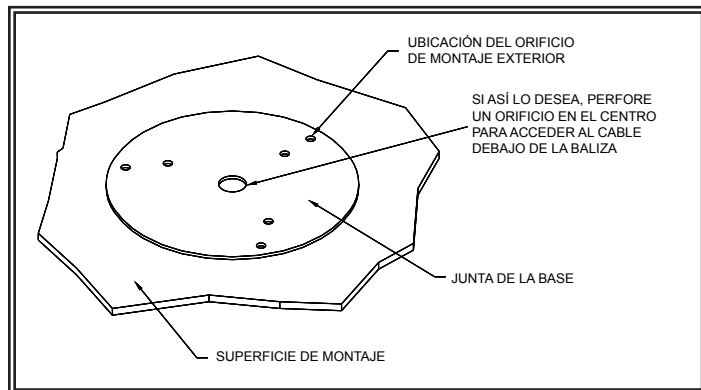

Figura 1
1. Usando la junta de la base como plantilla, marque las ubicaciones de los tres orificios de montaje (vea la figura 1).
3. Se puede perforar un cuarto orificio para el acceso del cable según se muestra en la figura 1, o bien, los cables pueden pasar por la ranura de la base para acceso externo.